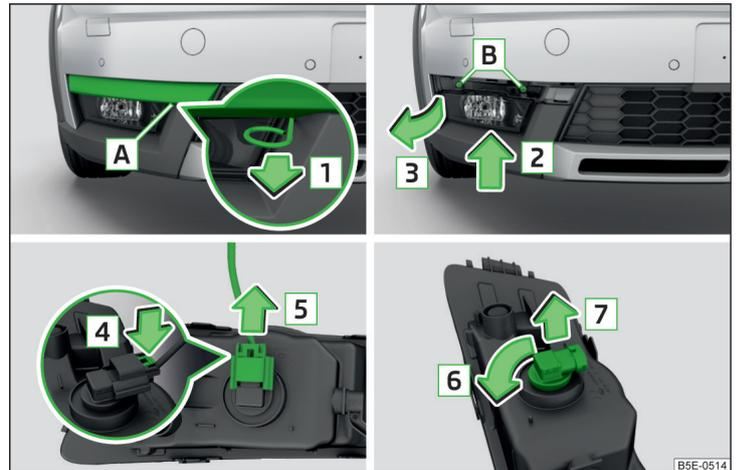

Abb. 335 Nebelscheinwerfer herausnehmen / Glühlampe wechseln - Variante 2
- In die Öffnung **A** » Abb. 335 den Bügel zum Abziehen der Radvollblenden einführen.
- › Den Nebelscheinwerfer entgegen der Pfeilrichtung **3** » Abb. 335 einsetzen und festschrauben.